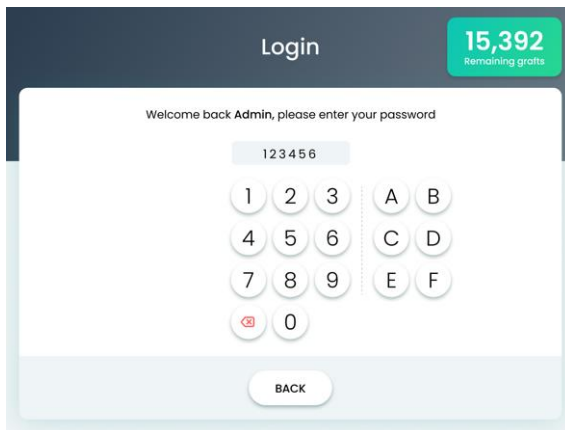

Figure 5-3. Écran Login Password (Mot de passe de connexion)
2. À partir de l'écran Login Account Selection (Sélection de compte de connexion), sélectionnez le compte utilisateur désiré ; l'écran Login Password (Mot de passe de connexion) apparaît, comme illustré à la Figure 5-3.
1. Vérifiez que l'écran Login (Connexion) apparaît, comme illustré à la Figure 5-3.